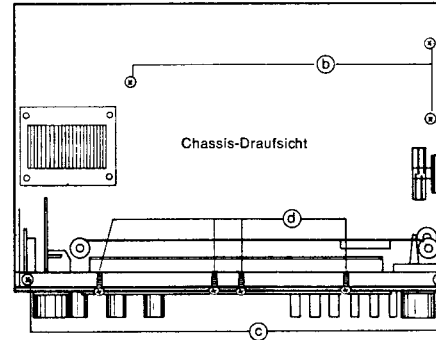

Abb. 3
- Vier Schrauben (c) unterhalb der Skala herausdrehen (Abb. 3).